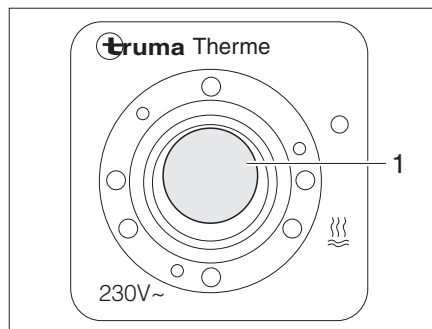

Fig. 123 Commutateur de commande du Therme
Le commutateur de commande (Fig. 123) permet la mise en service en mode de fonctionnement électrique. Le voyant de contrôle (Fig. 123,1) placé sur le commutateur doit s'allumer.
- Mettre le commutateur de commande (Fig. 123) en marche. Le voyant de contrôle (Fig. 123,1) placé sur le commutateur s'allume.
- Mettre le commutateur de commande (Fig. 123) hors circuit. Le voyant de contrôle (Fig. 123,1) placé sur le commutateur s'éteint.
- Mettre le commutateur de commande (Fig. 123) hors circuit. Le voyant de contrôle (Fig. 123,1) placé sur le commutateur ne s'allume pas.